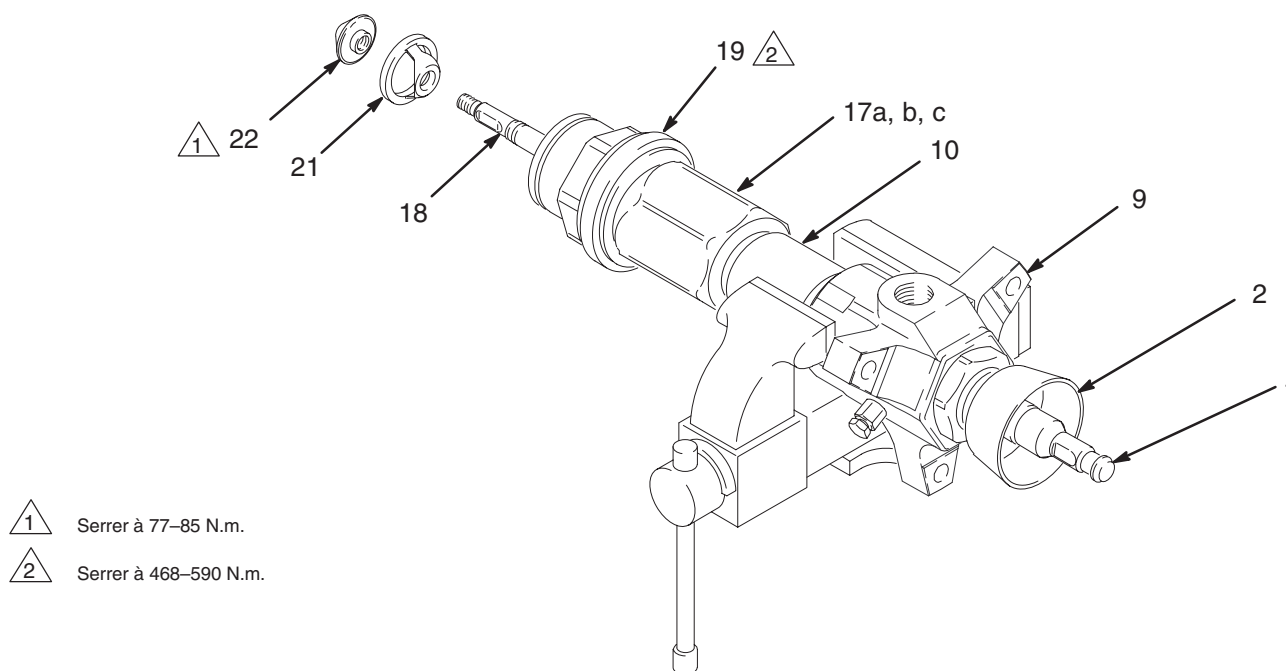

Fig. 15
15. Visser le cylindre d'entrée (19) dans le corps du clapet de pied (17). À l'aide d'une clé à tube appliquée sur la partie hexagonale du cylindre (19), serrer le cylindre à 468–590 N.m. Ceci provoquera également le serrage du corps du clapet de pied (17) et du cylindre de la pompe (10) dans le collecteur de sortie (9). Voir la Fig. 15.
17. S'assurer que les méplats de la tige du piston d'amorçage (18) sont bien accessibles sous le cylindre d'aspiration (19). Dans le cas contraire, frapper légèrement sur la partie supérieure du bas de pompe (1) à l'aide d'un maillet en caoutchouc jusqu'à ce que les méplats soient accessibles.
18. Faire glisser le piston d'amorçage (21) sur la tige (18) jusqu'à ce qu'il bute. Maintenir fermement la tige (18) à l'aide d'une clé à molette sur les méplats, puis visser le siège (22) sur la tige à l'aide d'une autre clé. Serrer au couple de 77–85 N.m. Voir la Fig. 15.